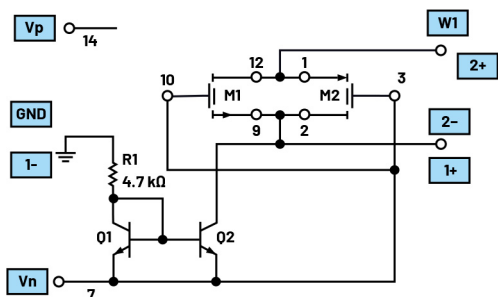

图5. PMOS R_{ON} 测试电路。
现在，将M1和M2的栅极均连接到负电源Vn，将电路修改为如图5所示。在第二个测试中，只有PMOS器件M2导通，NMOS器件M1关断。
将图5所示电路连接到面包板。
- ▶ 对于图5中的电路，PMOS器件关断时的电压为多少？
- ▶ 对于图5中的电路，当PMOS晶体管关断时，源漏电压会怎样？